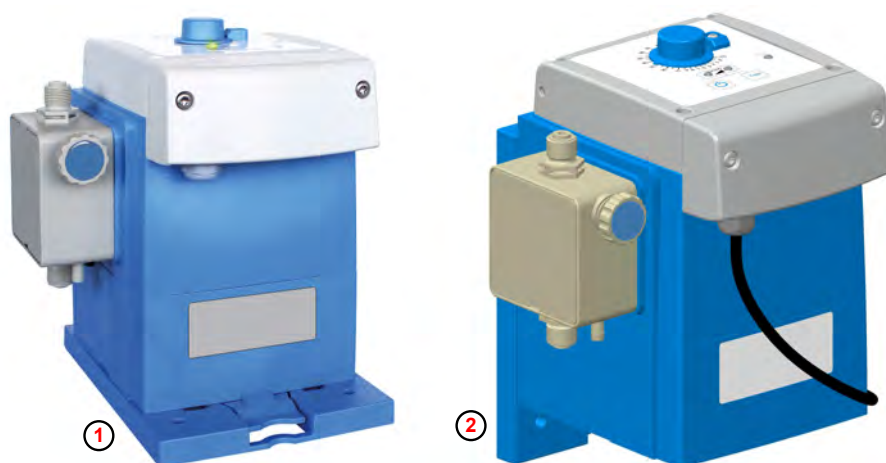

Fig. 3: Bordmontering og vægmontering
① Bordmontering
② Vægmontering
Pumpen kan monteres med monteringspladen enten stående (f.eks. på en konsol eller på doseringsbeholderen (Fig. 3 , ①) eller hængende på en væg ②).